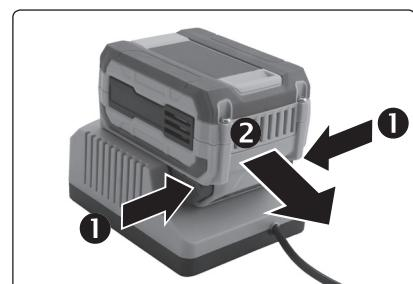

Abb. 4
- Trennen Sie nach dem Aufladen vom Akku zuerst das Netzkabel des Ladegeräts vom Stromnetz, und danach nehmen Sie den Akku aus dem Ladegerät heraus- siehe Abb. 4.
- Zum Entnehmen des Akkus aus der Akku-Schere gehen Sie wie bei der Entnahme aus dem Ladegerät vor, siehe Abb.4.